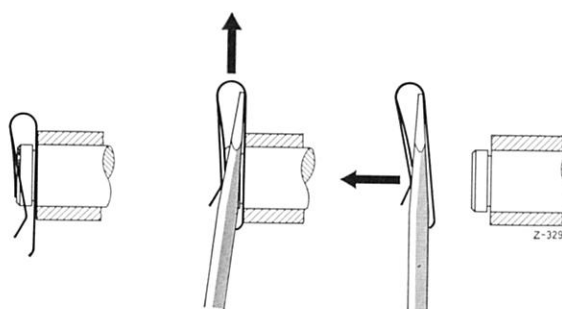

Bild 26-1/4
- 3 Antriebswelle (5) für den Geschwindigkeitsmesser nach Lösen der Klemmschraube (6) am hinteren Getriebegehäusendeckel abziehen (Bild 26-1/1 und 5).